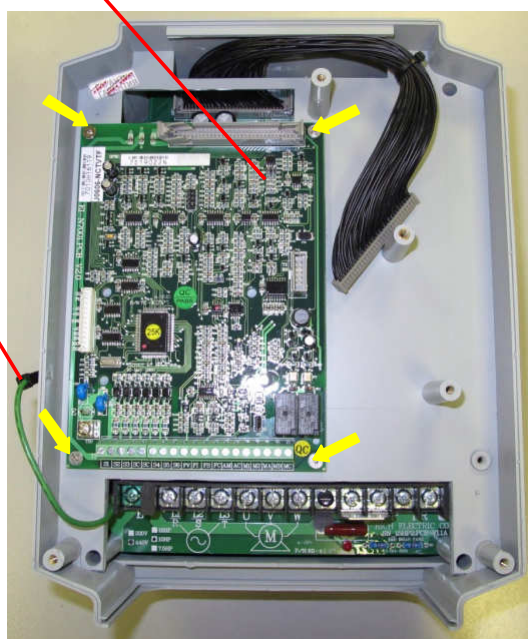

Рис. 6.6
6.4.3. Выкрутить четыре винта (рис. 6.6, желтые стрелки), демонтировать плату ЦП.